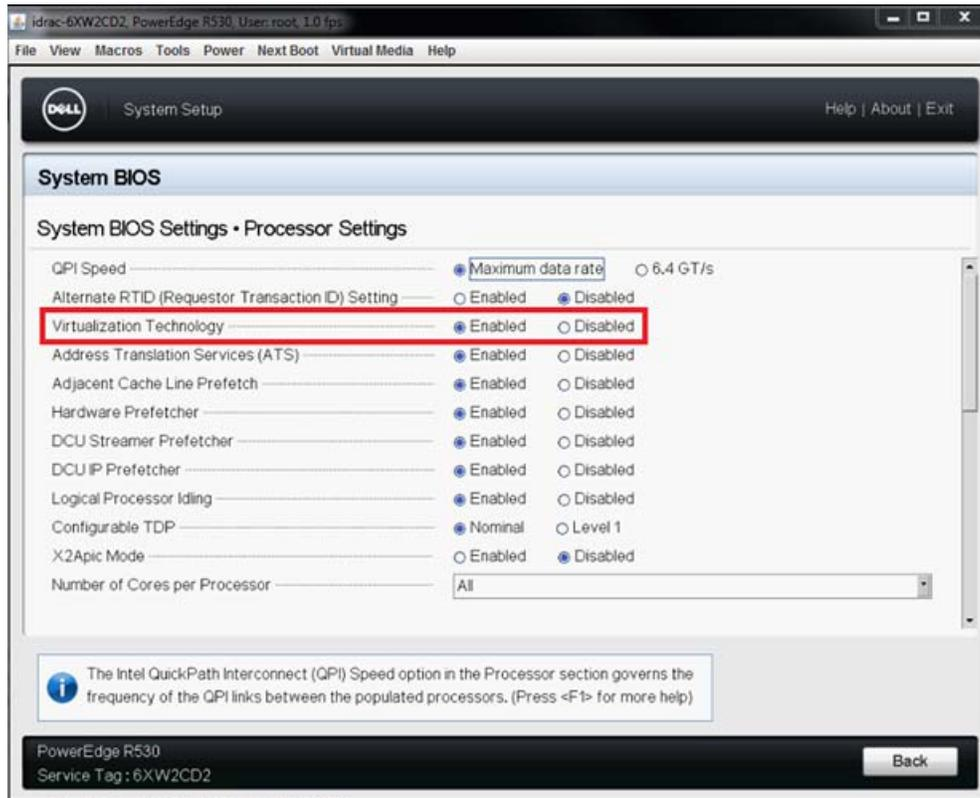

Abbildung 11-8. Systemeinrichtung: Prozesseureinstellungen für SR-IOV
5. Führen Sie auf der Seite „Processor Settings“ (Prozessoreigenschaften) (Abbildung 11-8) die folgenden Schritte aus: